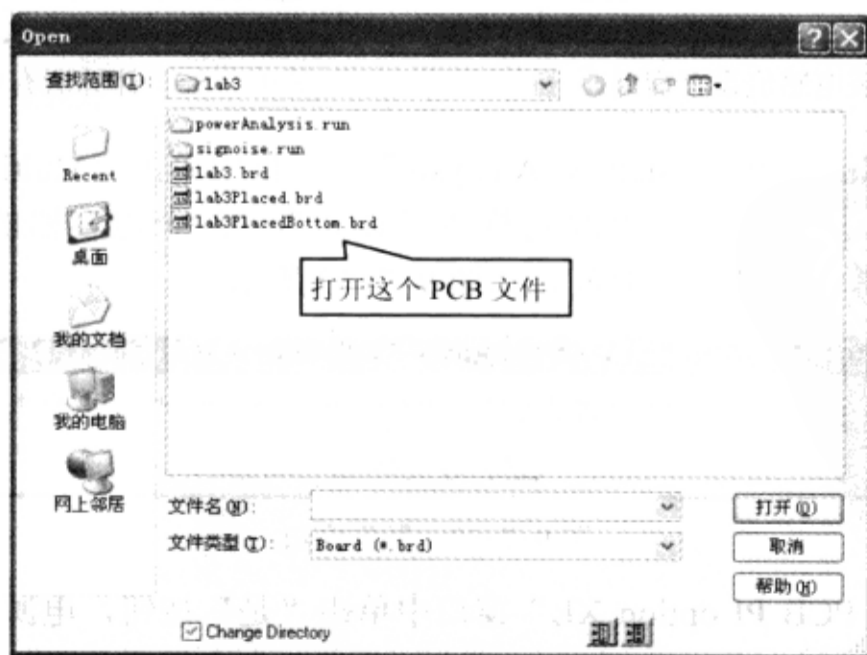

图 9-7-62 “Open”对话框
(2) 单击“否”按钮, 弹出“Open”对话框, 在这个对话框中显示了当前的工程目录, 如图 9-7-62 所示。